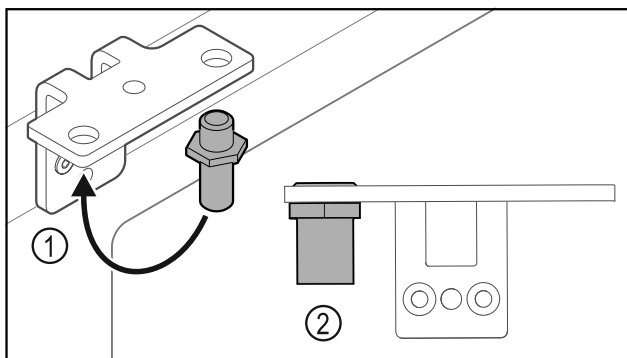

Fig. 33
- ▶ Paigutage polt Fig. 33 (1) šarniirnergikus ümber.
- ▶ Pingutage polt Fig. 33 (2) **pöördemomendiga 12 Nm** kinni.